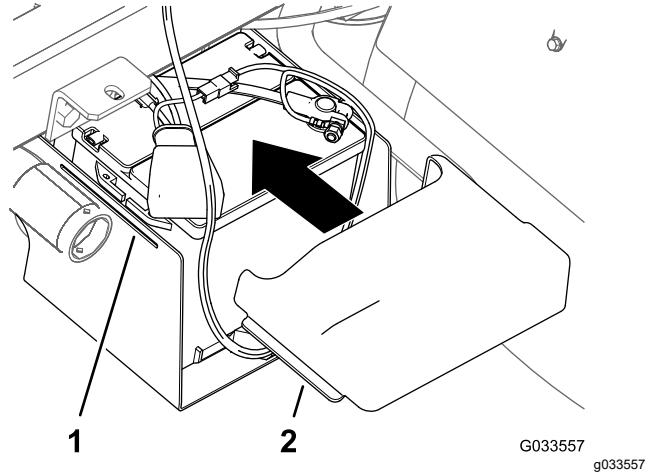

Bild 31
- Drücken Sie die Seiten der Batterieabdeckung zusammen, fluchten Sie die Nasen der Abdeckung mit den Schlitzen im Batterieunterteil aus, und lassen Sie die Batterieabdeckung los (**Bild 31**).